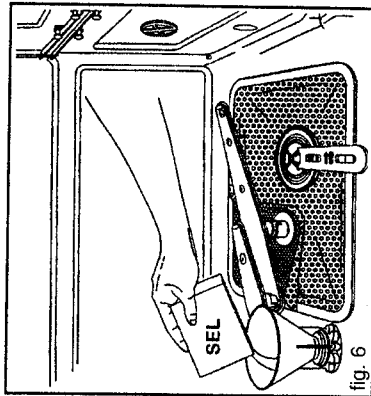

fig. 6
- Adapter l'entonnir de remplissage qui se trouve à l'intérieur de lave-vaisselle sur l'orifice du réservoir à sel (fig. 6).